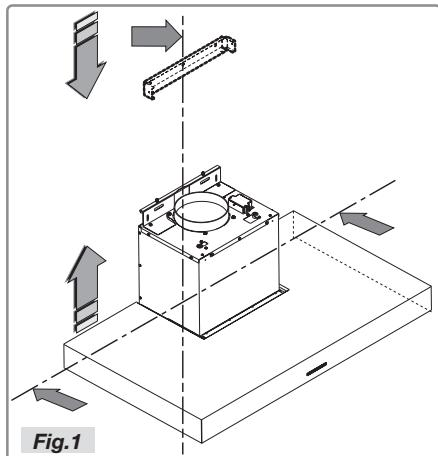

Fig. 1
- Dessinez les contours de la face inférieure de la hotte sur le mur, en tenant compte de la distance minimale entre la hotte et la cuisinière (Fig.1).